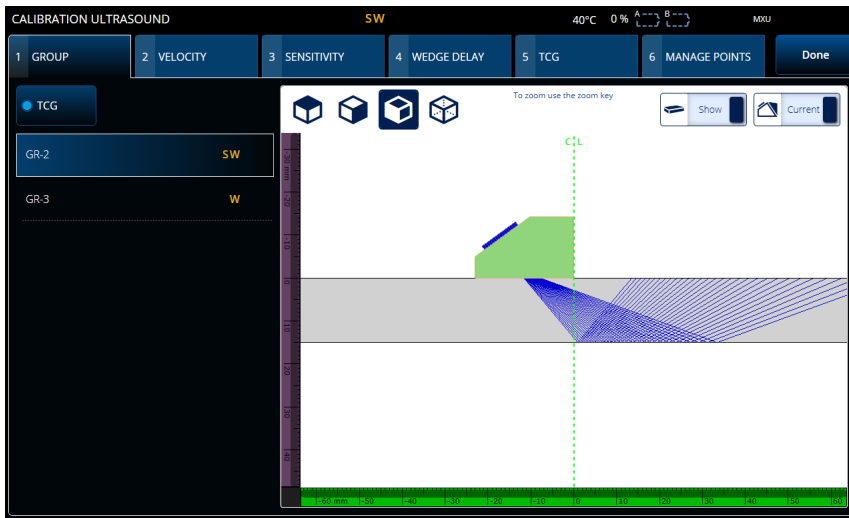

図 4-1 Calibration (校正) > Group (グループ)
1. **☰ >  Plan & Calibrate (計画と校正) > Calibration Tools (校正ツール)** を選択して、**PA/UT/TFM Calibration (PA/UT/TFM 校正)** ウィザードにアクセスします (180 ページの図 4-1)。TOFD 校正を行うには、200 ページの「TOFD 校正」を参照してください。Scan Plan (スキャンプラン) ウィザードと同様に、Calibration (校正) ウィザードのワークフローは、校正のタイプごとに複数のタブやセクションに分かれています。
2. **Group (グループ)** タブ (180 ページの図 4-1) で、校正するグループを選択します。UT グループの場合、校正するサイジング方法、TCG、DAC、または DGS も選択します。